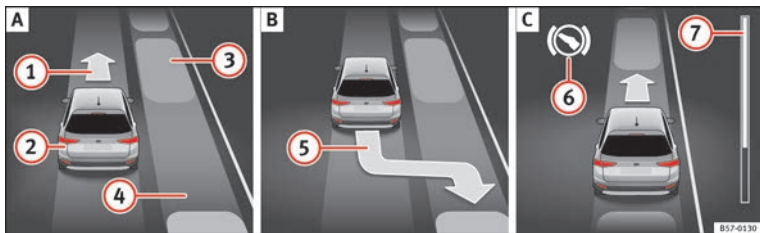
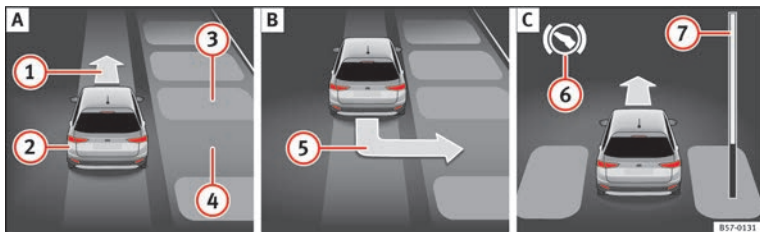

Abb. 205 Im Display des Kombiinstrumentes: parallel zur Fahrbahn einparken. **A**) Parklücke suchen. **B**) Position zum Einparken. **C**) Rangieren.
Abb. 206 Im Display des Kombiinstrumentes: quer zur Fahrbahn einparken. **A**) Parklücke suchen. **B**) Position zum Einparken. **C**) Rangieren.
Legende zu **Abb. 205** und **Abb. 206**:
» **Abb. 205** 7 bzw. » **Abb. 206** 7 im Display des Kombiinstrumentes zeigt symbolisch die noch zu fahrende relative Distanz an. Je länger die Distanz ist, desto größer ist der Füllstand des Fortschrittsbalkens. Bei Vorwärtsfahrt nimmt die Füllung des Fortschritts-
2.	Beachten Sie auf der Anzeige im Display des Kombiinstruments, ob die Parklücke als „geeignet“ erkannt und die richtige Position zum Einparken erreicht wurde » Abb. 205 [B] bzw. » Abb. 206 [B] .
2.	ODER: fahren Sie rückwärts, bis im Kombiinstrument die Anzeige zum Vorwärtsfahren erscheint » Abb. 205 [A] 1 oder » Abb. 206 [A] 1 .
10.	Der Parklenkassistent lenkt das Fahrzeug so lange beim Vorwärts- und Rückwärtsfahren, bis das Fahrzeug gerade in der Parklücke steht » Abb. 205 [C] bzw. » Abb. 206 [C] .